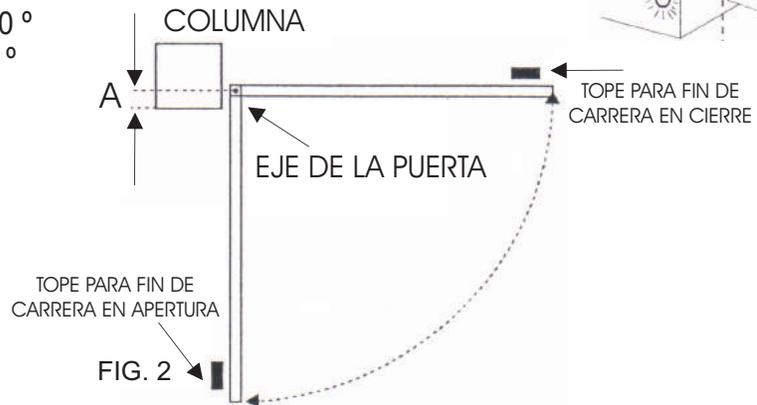

FIG. 2
- 2- Controlar que las posiciones de máxima apertura y cierre sean fijadas con unos buenos topes de final de carrera, de lo contrario puede presentar errores en su operación (fig. 2)
- 3- Verificar que la distancia entre el eje de la puerta y la superficie de la columna (A) (fig 2) sea:
Presentar el brazo con la puerta cerrada, para determinar el punto de soldadura del soporte posterior S2. Fijar provisionalmente el soporte a la puerta, respetando la distancia máxima entre la base del motor y el carro móvil (Fig. 2). Finalmente insertar el perno del soporte posterior en el hueco y fijarlo con el tornillo de seguridad. Como se muestra en la fig. 5